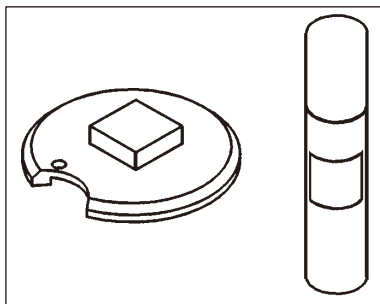

Fig. 19
- Fixez l'échantillon sur la platine avec de la colle cyanacrylique (→ Fig. 19).